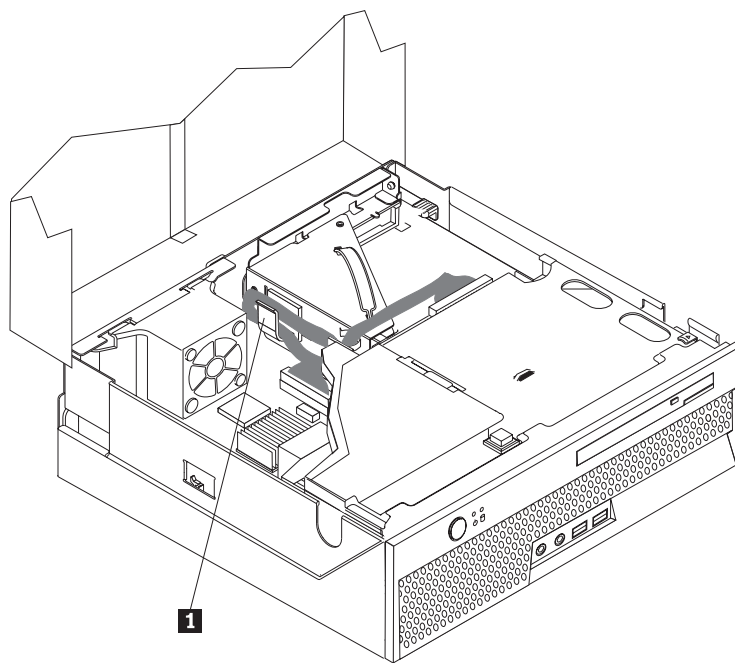

图 7. 电缆布线
2. 在放下驱动器托架组合件之前，请确保穿过电缆固定夹 **1** 的所有电缆连接正确。请参阅图 7